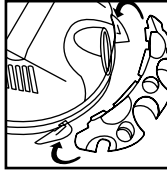

FIGURA 14
18. Con la parte posterior de la unidad mirando hacia usted, tome el porta-herramientas y colóquelo con las lengüetas mirando hacia la parte posterior de la unidad. **FIGURA 14**.